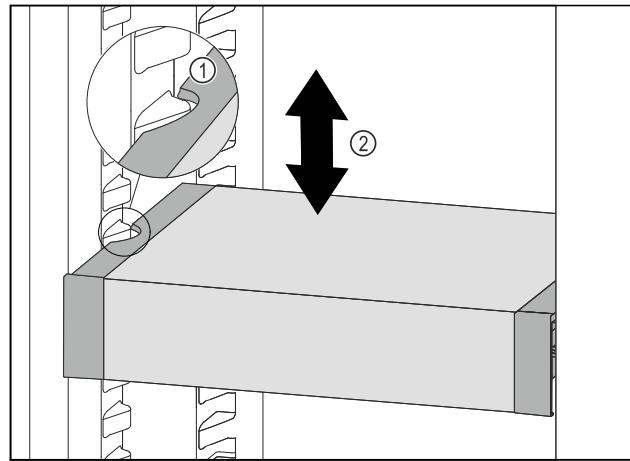

Fig. 93
- ▶ VarioSafe vucite prema naprijed sve dok se bočni otvori VarioSafe ladice ne nađu na visini žlijeba spremnika u hladnjaku. *Fig. 93 (1)*
- ▶ Pomičite ladicu VarioSafe u hladnjaku prema gore ili dolje sve dok ne dosegnete željenu visinu. *Fig. 93 (2)*